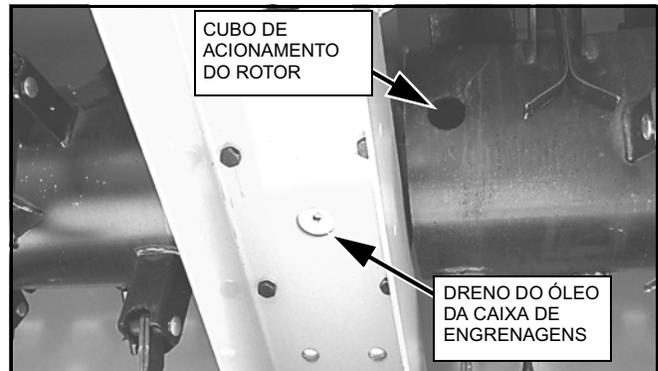

Figura 27. Local de dreno do óleo da caixa de engrenagens
1. Troque o óleo da caixa de engrenagens. Reabasteça com óleo de engrenagem SAE 85W90. Capacidade: 2,4 L (2-1/2 U.S. quarts) (110 oz.). Consulte Figura 27.